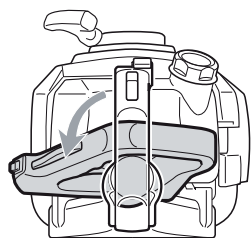

Fig. 4,
- > Tournez la poignée arrière [16] dans la direction désirée jusqu'au bout. Vérifiez que la poignée s'enclenche dans sa position (Figures 4 – 6).